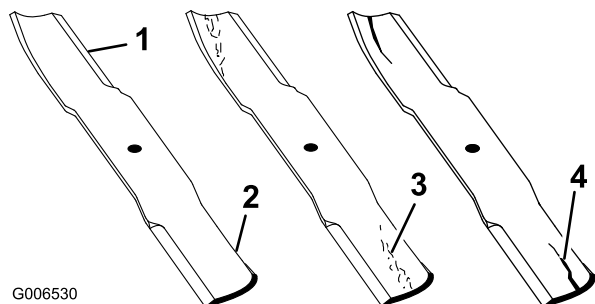

Figura 33
2. Examine cuidadosamente as extremidades da lâmina, prestando especial atenção à zona onde se encontram as partes curvas e planas da lâmina (Figura 33). Verifique o estado da lâmina antes da operação de corte, pois a areia e outros materiais abrasivos podem ter desgastado o metal que liga as partes curva e plana da lâmina. Se notar algum desgaste (Figura 33), substitua a lâmina; consulte Retirar a lâmina de corte.
Se a lâmina continuar a sofrer este tipo de desgaste irá formar-se uma ranhura entre a parte curva e a parte plana da lâmina (Figura 33). Eventualmente, pode soltar-se algum pedaço da lâmina e projectar-se, ferindo-o a si ou a qualquer pessoa próxima.